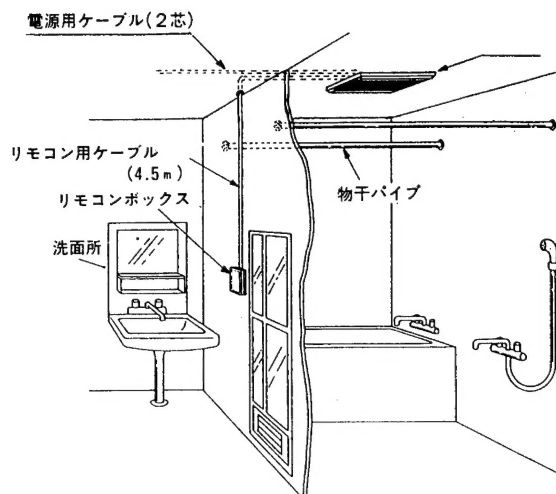

図1
- (1)浴室の天井に本体(397×270)が入るように孔をあけ、補強材を取付け(図1)本体と補強材を4×45ステンレスネジにて取付けて下さい。
- (2)天井の構造が弱い場合はクサリ、針金等にて本体を吊り上げて下さい。